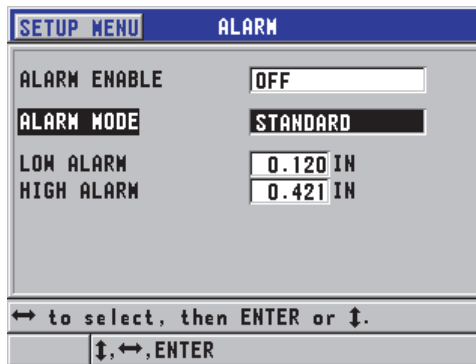

Figura 7-7 Configurando o alarme padrão
2. Na tela **ALARM** (veja Figura 7-7 na página 149):